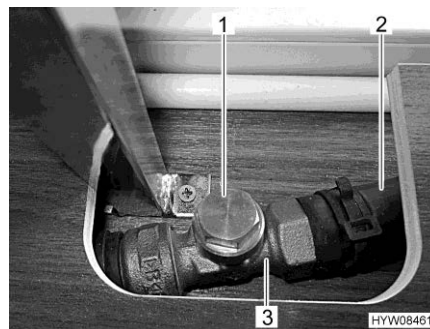

Fig. 149 Valvola (aperta)
- Afferrare la tubatura di bypass (Fig. 149,2) dietro la valvola (Fig. 149,3). Il tubo flessibile deve essere tiepido.